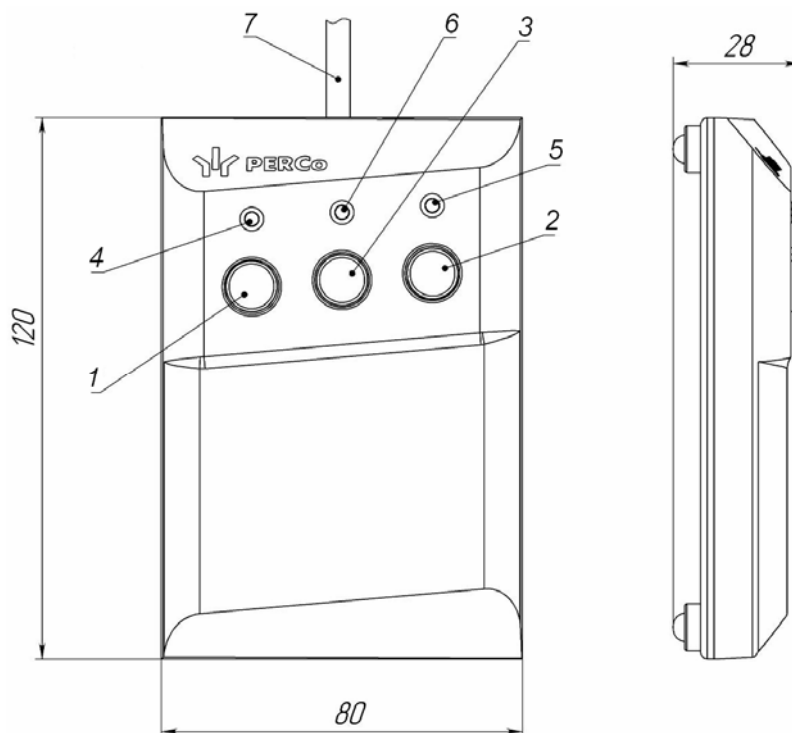

Рисунок 4. Общий вид и габаритные размеры ПДУ
ПДУ (16) выполнен в виде небольшого настольного прибора в корпусе из ударопрочного АБС пластика и предназначен для задания и индикации режимов работы при ручном управлении ЭП. Внешний вид и габаритные размеры ПДУ показаны на рис. 4.